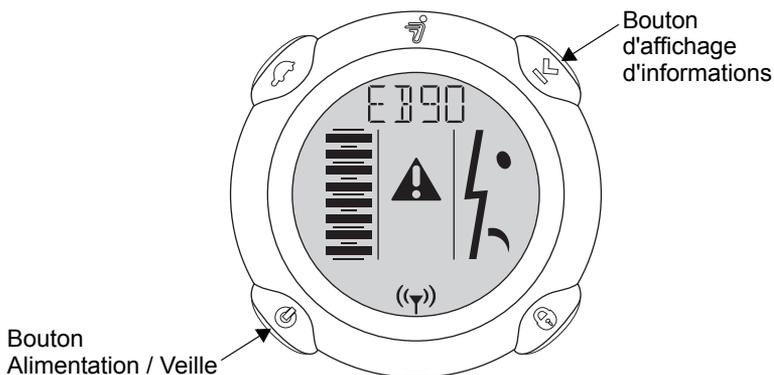

Figure 8. Ecran du dispositif de commande InfoKey pendant un arrêt d'urgence en mode exercice
5. Cette troisième personne peut ensuite maintenir les boutons d'affichage d'informations et Alimentation / Veille enfoncés en même temps jusqu'au déclenchement de la fonction d'arrêt d'urgence. La **Figure 8** montre l'écran du dispositif de commande InfoKey pendant un arrêt d'urgence en mode exercice.